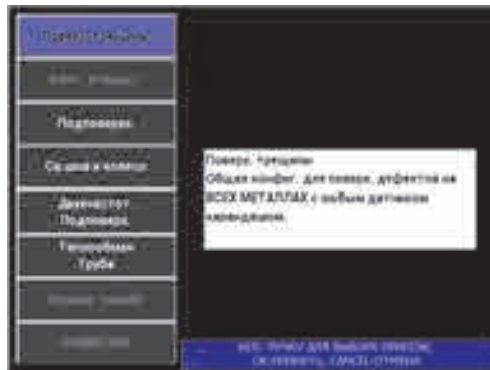

Рис. 5-76 Выявление поверхностных трещин
2. Нажмите клавишу меню ADV SETUP (), затем выберите **ВЫБОР ПРИЛОЖ.** (клавиша A), чтобы открыть меню выбора приложений. С помощью ручки регулятора выберите **Поверх. трещины** и нажмите  для подтверждения (см. Рис. 5-76 на стр. 186).